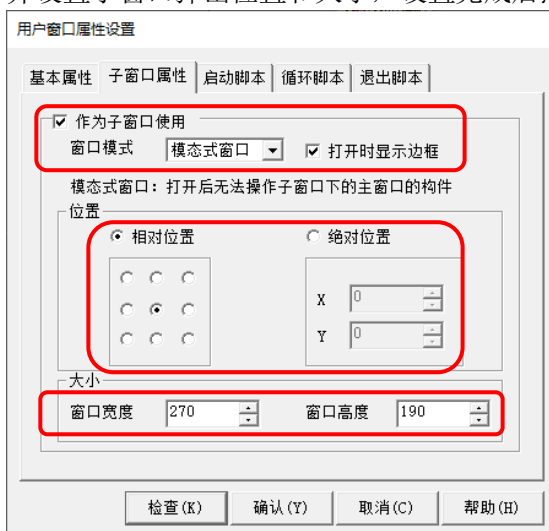

图 4.2-19 子窗口弹出设置
- ④ 设置窗口 1 弹出方式：如图 4.2-19 所示，在“窗口 1”组态画面空白处双击，进入“子窗口属性”，勾选“作为子窗口使用”，并设置子窗口弹出位置和大小，设置完成后点击“确认”。